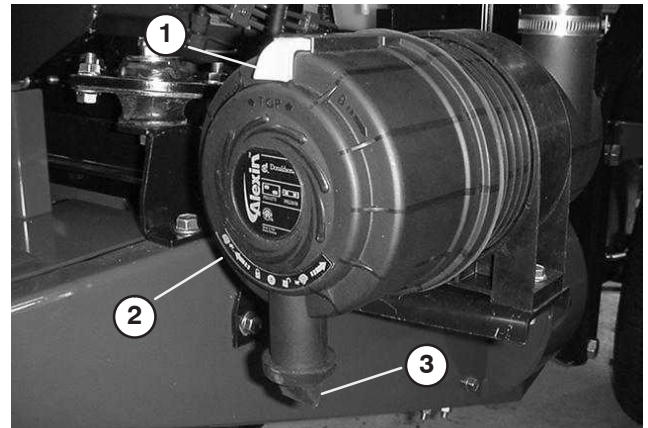

Bild 44
1. Ziehen Sie den Verschluss nach außen und drehen Sie die Luftfilterabdeckung nach links (Bild 44).
4. Reinigen Sie den Schmutzauslassanschluss, der sich in der abnehmbaren Abdeckung befindet (Bild 44). Nehmen Sie das Gummiauslassventil von der Abdeckung ab, reinigen Sie den Bereich und setzen Sie das Auslassventil wieder ein.